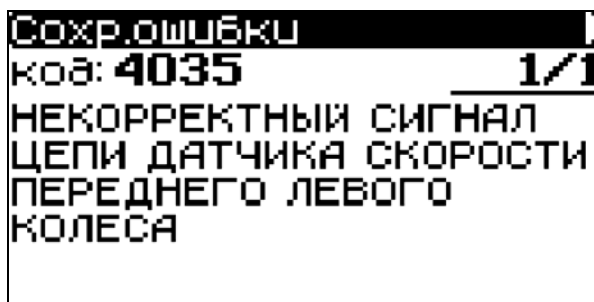

Рис. 10 Окно СОХРАНЕННЫЕ ОШИБКИ
**2.2.2 СОХРАНЕННЫЕ ОШИБКИ.** Позволяет считать из блока управления коды сохраненных в памяти блока управления неисправностей и провести их расшифровку. Окно **СОХРАНЕННЫЕ ОШИБКИ** аналогично окну **ТЕКУЩИЕ ОШИБКИ** (рис. 10).